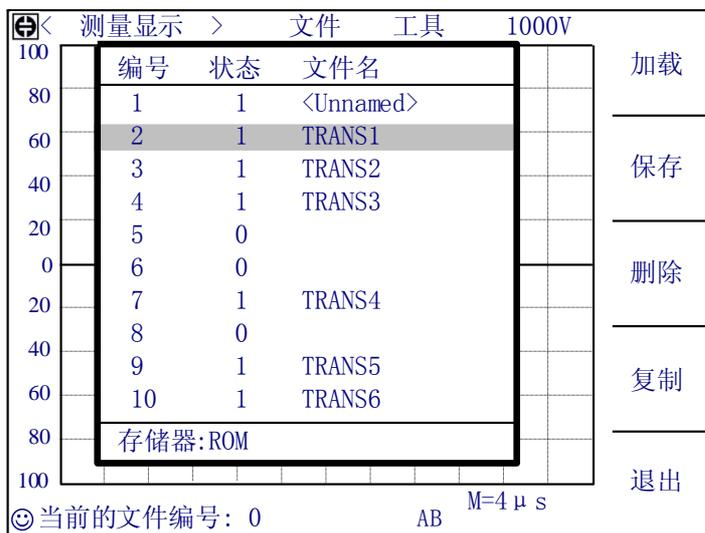

图 4-7 文件管理操作页面
移动反白条到文件区域，选择文件管理软键，进入文件管理功能。参考图 4-7，编号表示文件文件序号，1-60 是内部文件，61-560 是优盘存储的文件；状态表示该编号的文件是否存在，“1”表示文件存在，“0”表示不存在；文件名则是用户在保存文件时候的命名，如果用户在保存文件时没有输入文件名而直接按下 **ENTER** 键，那么此文件将以<Unnamed>命名。在信息提示区域，显示仪器当前使用的文件编号，如果是 0，则说明仪器还未调用文件，或还未保存为文件。保存文件后，文件编号自动指向文件保存的位置。
- **加载** 用来加载一个已保存在内部非易失性存储器中或优盘中的文件，如图 4-7 所示，使用上下方向键选择文件，选中需要的文件，按下 **加载** 软键，再按 **是** 软键加载此文件，如果想退出加载文件，按 **否** 软键。